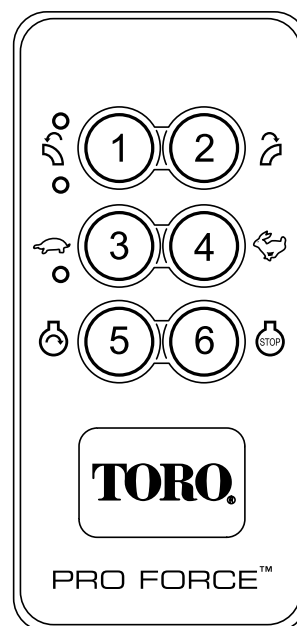

Bild 14
4. Der Motorstart wird nur aktiviert, wenn Sie die Starttaste drücken und der Motor im Startmodus ist. Der Motor kann nur gestartet werden, wenn die folgenden den Motorstart aktivierenden Schritte ausgeführt wurden (Bild 14).